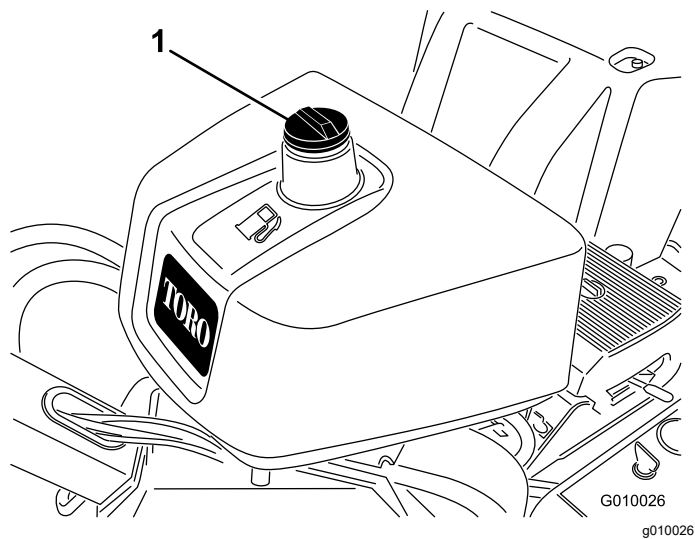

Figura 15
2. Limpie alrededor del tapón de combustible y retírelo (Figura 15).